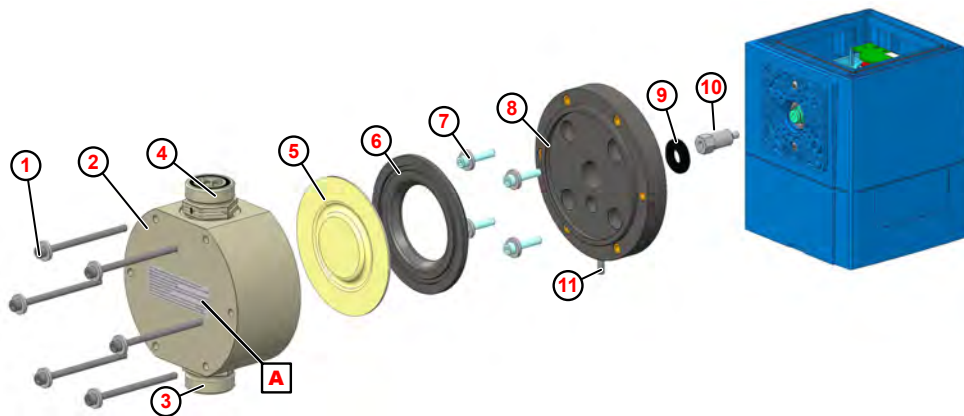

Abb. 25: Austausch von Pumpenkopf, Membrane und Schutzmembrane
1. Saug- und Druckventil (Abb. 25 , ③ und ④) abschrauben.
2. Pumpenkopfschrauben ① lösen und herausnehmen.
3. Pumpenkopf ② abnehmen.
4. Membrane ⑤ herausschrauben.
5. Zwischenplatte ⑥ abnehmen.
6. Halteschrauben für Adapterplatte ⑦ lösen und herausnehmen.
7. Adapterplatte ⑧ abnehmen.
8. Schutzmembrane ⑨ abziehen.
10. Adapterplatte so einlegen, dass Membranbruchauslauf ⑪ nach unten zeigt.